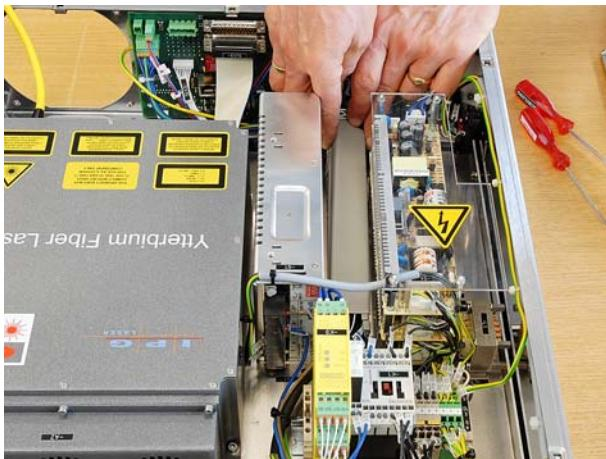

Abbildung 8.53 Kabelkanal schließen
42. Kabelkanal im Versorgungseinschub (siehe Abbildung 8.53) verschließen.